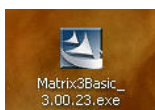

FIG. 3
3. Haga doble clic en el icono Matrix3Premier.exe (FIG. 3).